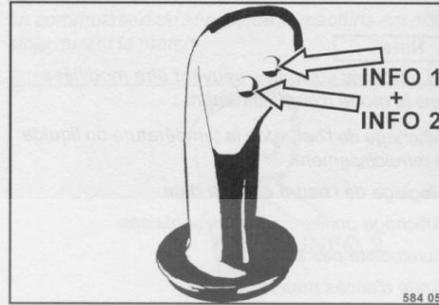

fig. 67
- Appuyer sur les deux touches Info (fig. 67) pendant plus de trois secondes pour accéder au mode d'enregistrement.